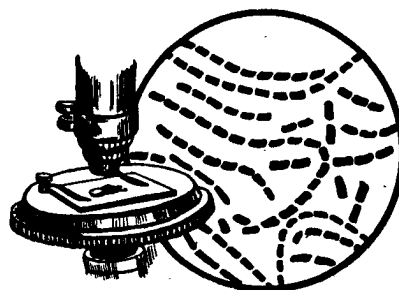

Рис. 1. Бактерии сибирской язвы под микроскопом
**Болезнетворные бактерии** — мельчайшие организмы растительного происхождения, чаще одноклеточные, видимые только при помощи микроскопа (рис. 1). Они имеют вид шариков, палочек или спиралей и располагаются поодиночке, попарно, группами или цепочками. Бак-